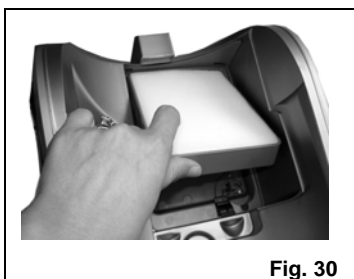

Fig. 30
4. Enlevez le cadre des filtres. (Fig. 30)